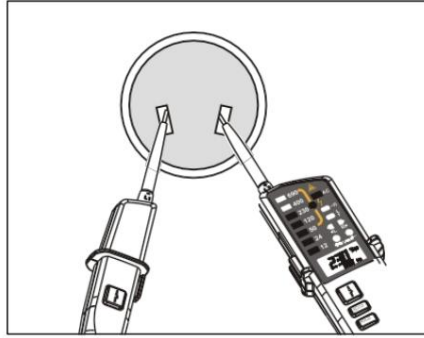

Figura 3
1. Efectuați un autotest complet al testerului înainte de măsurare. După apăsarea butonului lanternei timp de 5 secunde, testerul AC/DC va efectua detectare pe întreaga gamă, însoțită de LED-ul intermitent (cu excepția indicatorului RCD) și afișajul LCD intermitent. Pentru a încheia autotestul, apăsați pur și simplu butonul lanternă. Conectați cele două sonde de testare la firul testat, selectați o tensiune cunoscută pentru măsurare, cum ar fi o priză de 220V, și verificați precizia măsurătorii (vezi Figura 3). Testerul nu poate măsura tensiuni AC și DC mai mici de 5V și nu va oferi citiri precise dacă tensiunea măsurată este de 5V AC/DC. Indicatorul de continuitate sau simbolul indicatorului AC sau de înaltă tensiune (UT18D) este aprins, iar semnalele sonore ale buzului sunt normale.